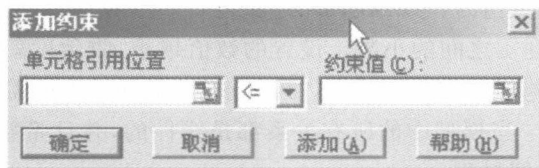

图 2-4 “添加约束”对话框
(1) 设置目标单元格:目标单元格是一些单元格、具体数值、运算符号的组合,它对应规划模型中的目标函数。注意:目标单元格一定要是公式,即一定是以=开始。
(2) 最大值、最小值：在此指定是否希望目标单元格为最大值、最小值或某一特定数值。如果需要指定数值，请在右侧编辑框中键入该值。
(3) 可变单元格：在此指定可变单元格。求解时其中的数值不断调整，直到满足约束条件并且“设置目标单元格”框中指定的单元格达到目标值。可变单元格必须直接或间接地与目标单元格相关联。它相当于规划模型中的变量。
(4) 推测：单击此按钮将自动推测“设置目标单元格”框中的公式所引用的所有非公式单元格，并在“可变单元格”框中定位这些单元格的引用。
(5) 约束：在此列出了规划求解的所有约束条件。
(6) 添加：显示“添加约束”对话框，见图 2-4。